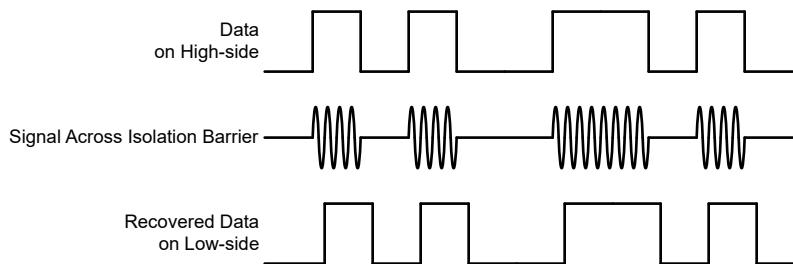

図 6-2. OOK ベースの変調方式
AMC23C10 は、 SiO_2 ベースの絶縁バリア越しにコンパレータの出力状態を送信するため、図 6-2 に示すオン / オフ キーリング (OOK) 変調方式を採用しています。「機能ブロック図」に示す送信ドライバ (TX) は、デジタル 1 を表すために内部で生成された高周波キャリアを絶縁バリア越しに送信します。デジタル 0 を表す信号は送りません。